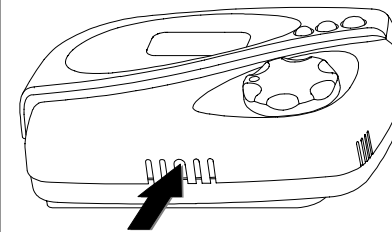
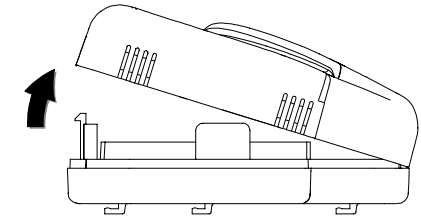

Fig. 2: Feritoia per apertura calotta.
Fig. 3: Apertura calotta.
1. Rimuovere la calotta spingendo con l'aiuto di un attrezzo (ad esempio un cacciavite) la linguetta plastica situata nella feritoia in basso come in Fig. 2 e ruotare contemporaneamente la calotta come in Fig. 3.